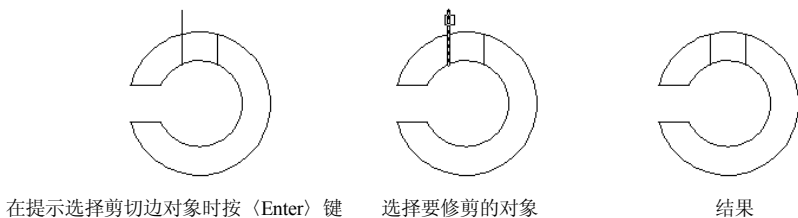

图 3-32 修剪示例 1
(3) 可以将对象修剪到与其他对象最近的交点处(包括延伸交点)。在提示选择修剪边对象时,若直接按〈Enter〉键或按鼠标右键,然后选择要修剪的对象,那么会将对象修剪到最近的交点或延伸交点处。如图 3-32 所示的修剪示例就是采用这种操作方式来进行修剪对象的。